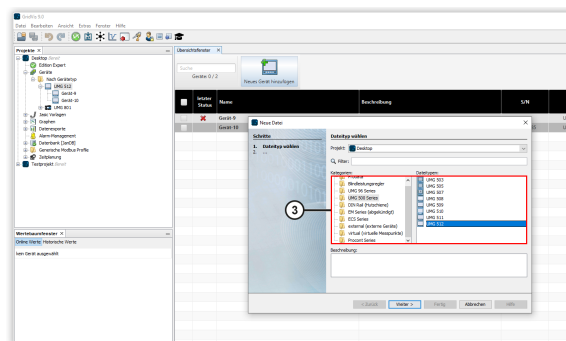

Abb. 2: Neues Gerät hinzufügen
- Öffnen Sie mit einem Doppelklick auf den Eintrag **Nach Gerätetyp das Übersichtsfenster**. (1)
- Klicken Sie auf die Schaltfläche **Neues Gerät hinzufügen** (2). Es öffnet sich das Fenster **Neue Datei** (siehe Abb. 2).